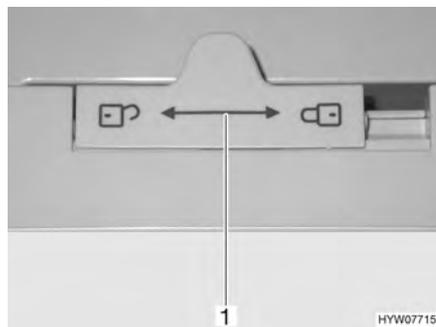

Fig. 193 Dispositif de verrouillage de la porte du réfrigérateur (Dometic Série 7)
- Pousser le dispositif de verrouillage (Fig. 193,1) vers la gauche .
- Pousser le dispositif de verrouillage (Fig. 193,1) complètement vers la droite .